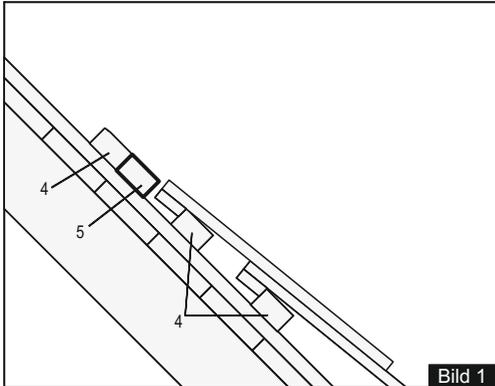

Bild 1
- die Dach-/ Einhängeplatte (4) muss mit einer Sicherheitslatte (5), die den Querschnitt der verwendeten Dachlatte entspricht, unterfüttert werden. (Bild 1)